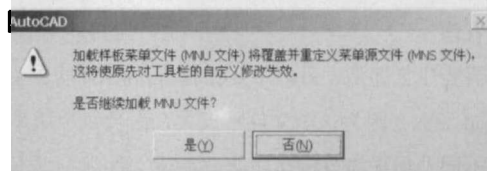

图 4
(5) 单击【加载】按钮。AutoCAD 会警告您载入 MNU 文件将会覆盖原有的 MNS 文件，如图 4 所示。
(6) 在消息框上选择【是】按钮，确认加载 .mnu